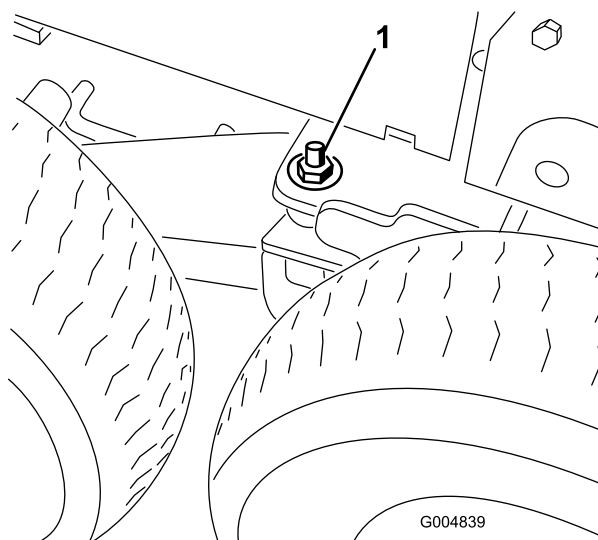

図 129
3. ボギーピボットの溶接部のロックナットとワッシャを外す 図 129。
7. ボギーピボットのスタッドに平ワッシャ (1/2 インチ) とロックナットを取り付けて 図 129。